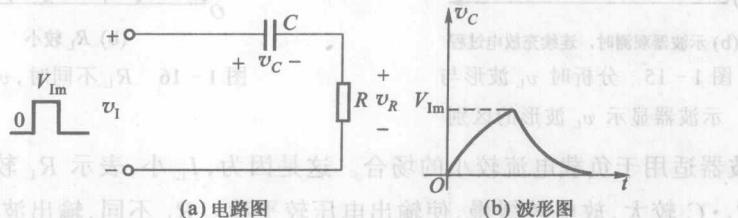
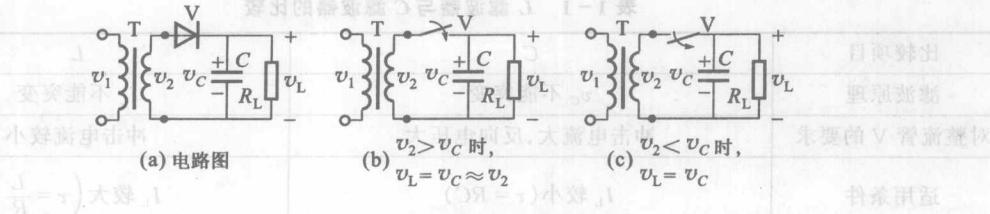

图 1-13 一阶 RC 充放电电路及其波形
图 1-14 电容滤波电路分析
简单的一阶 RC 充放电电路中 v_C 上的电压,是按指数规律变化的,如图 1-13 所示。
电容滤波器的电路见图 1-14(a)所示,与图 1-13 所示充放电回路不同。
③ 电容 C 与电阻 R 是并联的关系,其目的是利用电容电压不能突变的特性,使输出电压保持平稳,减少脉动。
④ 输出电压 v_L ,不仅仅受 v_C 的制约,同时还受输入电压的制约。这一点,不少学生理解不了,认为既然 R 与 C 并联,当然 $v_L = v_C$ 。但这仅仅是事情的一个方面,因为 v_C 也受输入电压的制约。实际上,当 $v_2 > v_C$ 时,二极管相当于开关闭合,则 $v_L = v_C \approx v_2$,如图 1-14(b)所示;而当 $v_2 < v_C$ 时,二极管相当于开关断开, v_2 对 v_L 无影响,见图 1-14(c)所示。